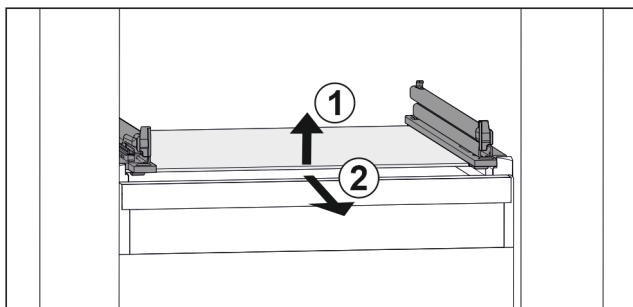

Fig. 51 Приближене відображення скляної пластини
- Підняти скляну пластину спереду. Fig. 51 (1)
- Вийняти скляну пластину рухом вперед. Fig. 51 (2)